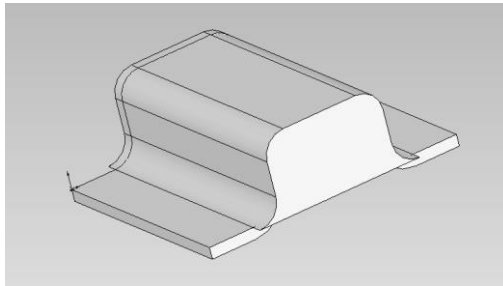

Рисунок 8.5. – Результати побудови
- на основі половини корпусу побудувати другу половину. Для цього активізуємо кнопку «**Mirror**» на панелі інструментів «Features». На екрані з'явиться вікно «**Mirror**». У розділі «**Mirror Face/Plane**» вказати грань деталі, щодо якої буде збудовано дзеркальне відображення. У розділі «**Features to Mirror**» позначити тверде тіло половини корпусу. ОК. (Рис. 8.5).